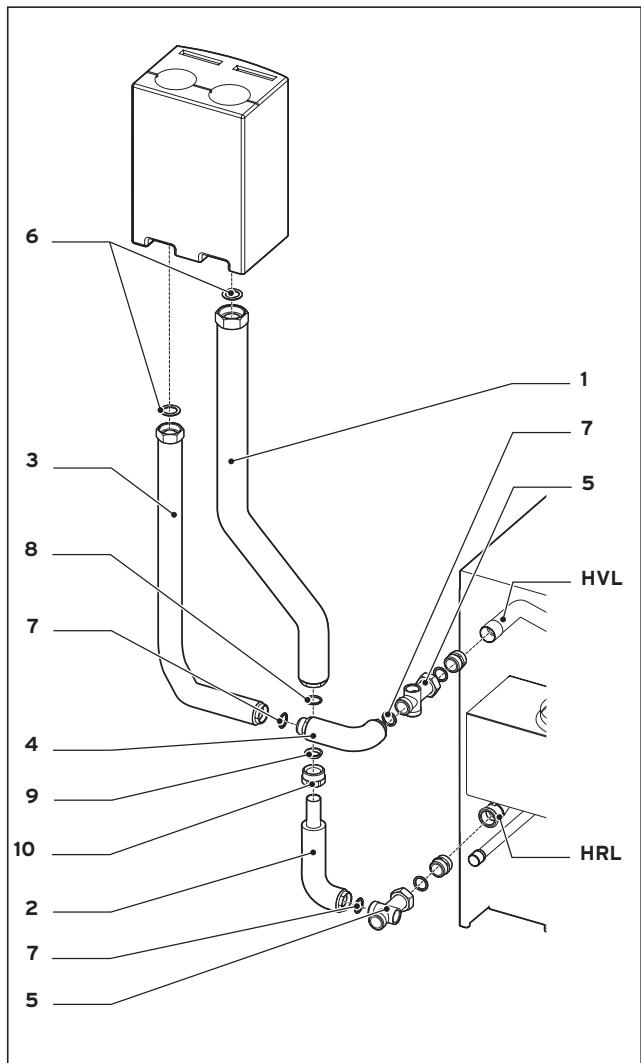

Abb. 2: Montage der Anschlussverrohrung am atmovit exclusiv, quer zum Kessel
- Das Vorlaufrohr aus den beiden Rohrteilen (3) und (4) zusammenschrauben.
- Den Klemmnippel (10), den Klemmring (9) und den O-Ring (8) über das freie Rohrende des Rücklaufrohrs 2 (2) schieben (Abb. 2).
- Das Rücklaufrohr aus den beiden Rohrteilen (1) und (2) zusammenstecken. Beim atmoVIT classic ggf. vorher die Isolierung des Rücklaufrohrs 2 (2) um ca. 70 mm kürzen, da die Eintauchtiefe des Rohres hier größer ist, als beim atmoVIT exclusiv.